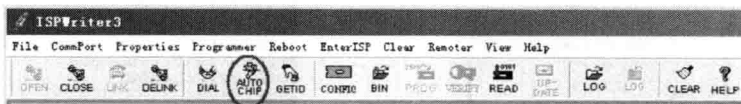
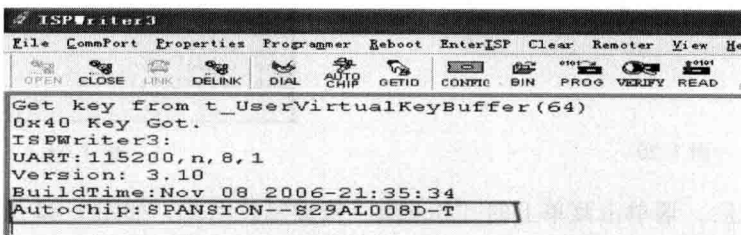

图 1-15
图 1-16
5) 单击工具条按钮“**AUTO CHIP**”，如图 1-15 所示，让系统自动识别 FLASH 型号（注意：如果型号选择错误，将导致程序无法运行，甚至芯片底层软件遭到破坏），正常连接后，将显示图 1-16 所示的窗口。